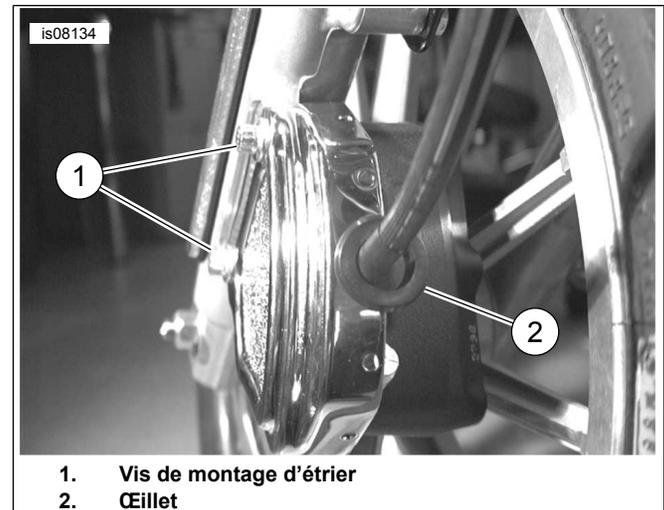

Figure 2. Serrer les vis de montage d'étrier et installer l'œillet
4. Voir Figure 2. Insérer l'œillet dans la découpe semi-circulaire du couvercle extérieur.
5. Voir Figure 2. Serrer la vis de montage inférieure de l'étrier à un couple de 37,9 à 51,5 N·m (28 à 38 lb·pi), puis serrer la vis de montage supérieure à un couple de 37,9 à 51,5 N·m (28 à 38 lb·pi).